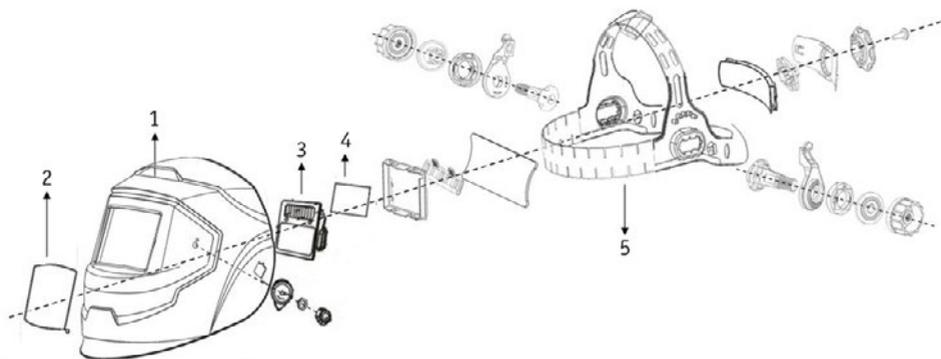

Рис. 2.
1. Корпус щитка устанавливается в сборе со светофильтром. С помощью фиксаторов и гаек соедините корпус щитка с головником (См. рис. 2).